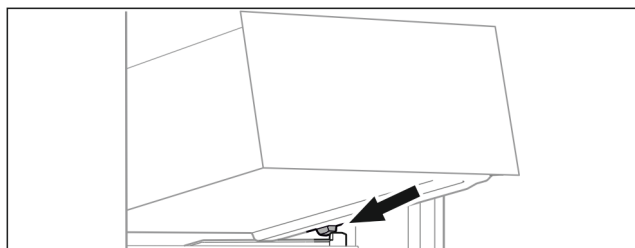

Fig. 74
- Lade schuin achter de stoppers op containerrib plaatsen. (zie Fig. 74)